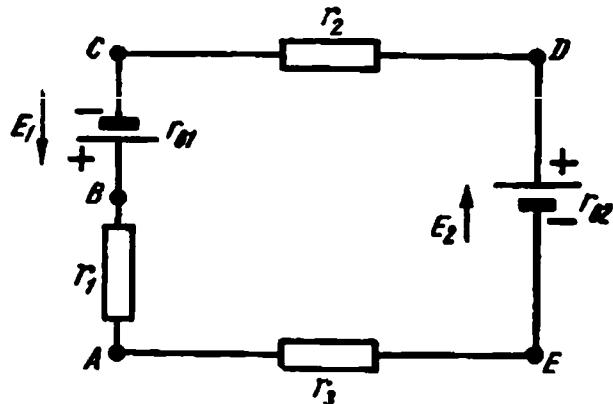

Рис. 1.34. Схема к расчетному заданию 3
*Задание 3:* построить потенциальную диаграмму для цепи (рис. 1.34), если  $E_1 = 125$  В,  $E_2 = 115$  В,  $r_{b1} = 0,4$  Ом,  $r_{b2} = 0,2$  Ом,  $r_1 = 2$  Ом,  $r_2 = 5$  Ом,  $r_3 = 2,4$  Ом.